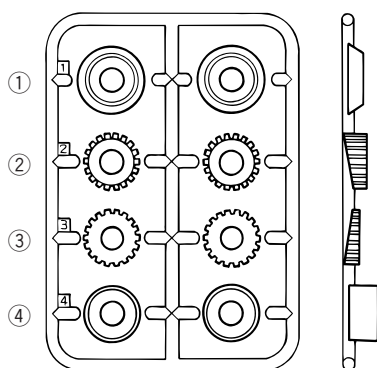

図1
1. 組み付けを行う前にグリップラバー左右、ガイドチューブを取り外して図1のように加工して下さい。